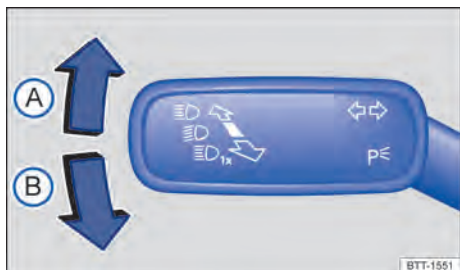

Fig. 84 À gauche sur la colonne de direction : Levier des clignotants et de l'inverseur-codes
2. En partant de la position médiane, amenez le levier des clignotants et de l'inverseur-codes dans la position nécessaire → fig. 84.